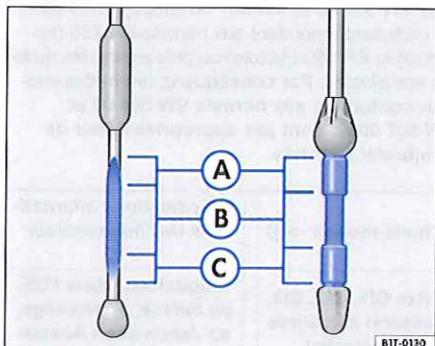
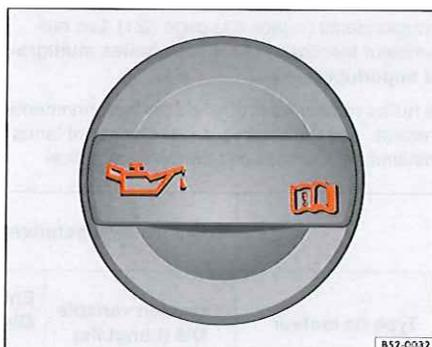

Fig. 191 Jauge d'huile avec repères du niveau d'huile-moteur.
Fig. 192 Dans le compartiment-moteur : bouchon de l'orifice de remplissage d'huile-moteur.
4. Identifiez l'orifice de remplissage du moteur et la jauge d'huile. Vous pouvez reconnaître l'orifice de remplissage d'huile-moteur grâce au symbole  figurant sur le couvercle \Rightarrow fig. 192 ainsi que la jauge d'huile grâce à la poignée de couleur. En cas de doute sur l'emplacement du bouchon et de la jauge d'huile, rendez-vous dans un atelier spécialisé.
7. Retirez de nouveau la jauge d'huile puis relevez le niveau d'huile-moteur sur la jauge \Rightarrow fig. 191 comme suit :
- (A) : **ne faites pas** d'appoint d'huile \Rightarrow (D). Poursuivez avec l'étape 15.
- (B) : vous pouvez faire l'appoint d'huile (environ 0,5 l). Poursuivez avec l'étape 8 ou 15.
- (C) : faites **impérativement** l'appoint d'huile (environ 1,0 l). Poursuivez avec l'étape 8.
9. Dévissez le bouchon de l'orifice de remplissage d'huile-moteur \Rightarrow fig. 192.
12. Relevez de nouveau le niveau d'huile-moteur sur la jauge avant de verser une nouvelle petite quantité d'huile-moteur. Ne versez jamais une quantité excessive d'huile-moteur \Rightarrow (D).
13. Une fois le remplissage effectué, le niveau d'huile-moteur doit atteindre au minimum le milieu de la zone \Rightarrow fig. 191 (B) sans toutefois jamais dépasser la zone (A) \Rightarrow (D).
En cas de sollicitation particulièrement élevée du moteur, par exemple en été lors de longs parcours sur autoroute, en cas de traction d'une remorque ou de franchissements de cols de haute montagne, le niveau d'huile-moteur doit se trouver dans la zone \Rightarrow fig. 191 **A**.